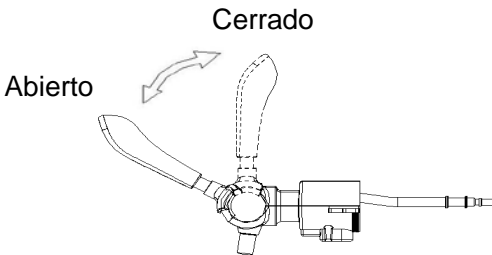

Figura 13
9. Ajuste la perilla del regulador de presión de CO2 a la posición "+", para verter la cerveza hacia afuera oprimiendo el mecanismo del grifo posicione a un ángulo cercano a 45 °, y se puede ajustar la perilla del regulador de presión para controlar la velocidad del flujo de cerveza y el de las burbujas de cerveza; (Figura 13).